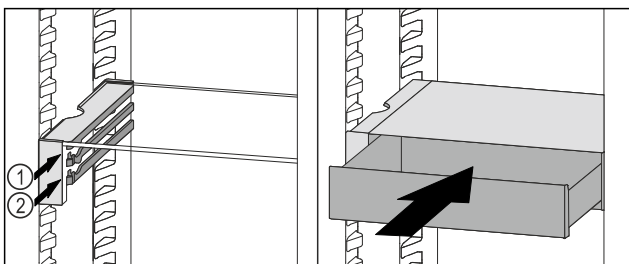

Fig. 55
- ▶ Встановити висувний ящик VarioSafe за стопорами на потрібне ребро Fig. 55 (1) або Fig. 55 (2).